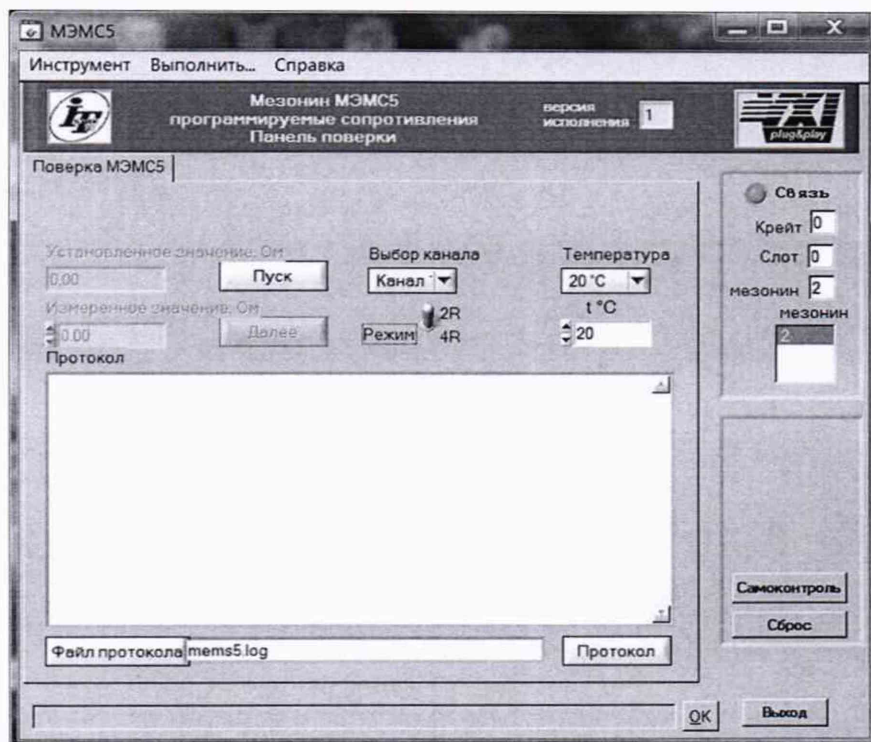

Рисунок 5.5
- 8) на программной панели (см. рисунок 5.5) нажать кнопку «Файл протокола», ввести имя файла протокола результатов проверки, нажать кнопку «ОК»;